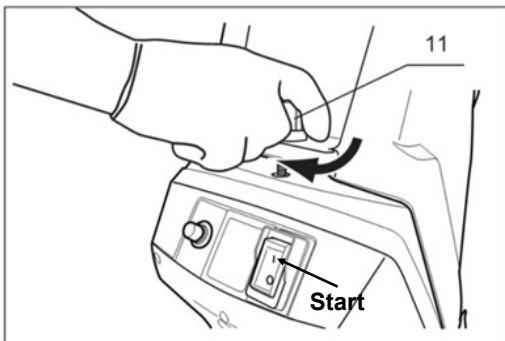

Fig. 4
### ARRANQUE DE LA TRITURADORA: (Ver Fig.4)
- Presione el interruptor de E / S a "I" para arrancar el motor (Fig.4)